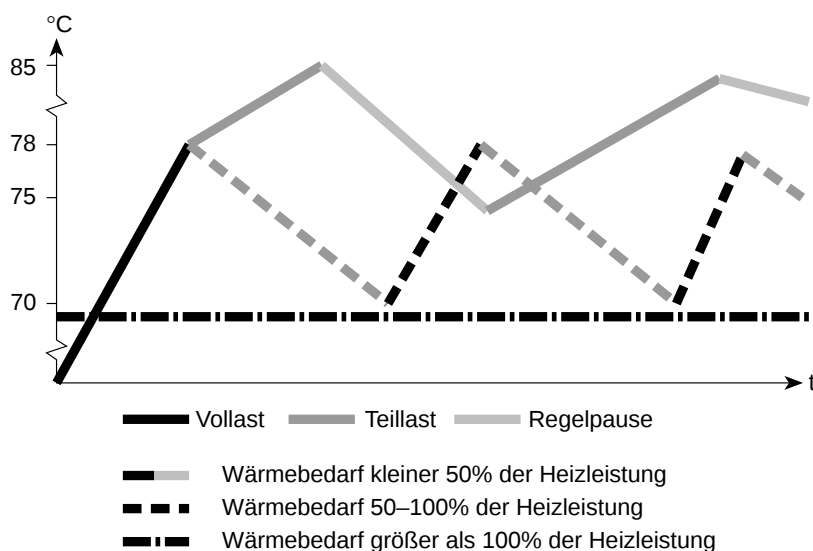

Abb. 301 Betriebszustände (Prinzipdarstellung)
3.4. Heizbetrieb (siehe Abb. 301)